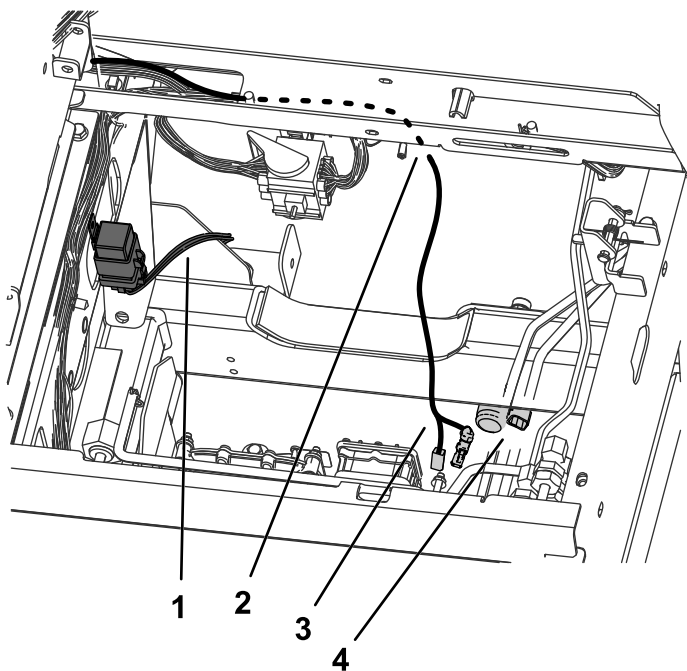

Figuur 27
8. Steek de relaisaansluiting in het relais zoals getoond in Figuur 27.